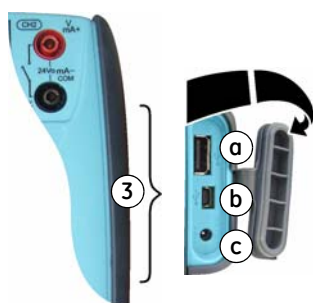

Figura 1-3: Os soquetes de USB e alimentação
3.	Proteção de borracha retirável para o conector USB tipo A; conector USB mini tipo B e soquete de entrada de força +5V CC; veja Figura 1-3 .
6.	Tampa dos conectores USB e soquete de entrada da alimentação CC (Figura 1-3). Para o IP65, pressione-o totalmente para dentro do nicho sobre os conectores.